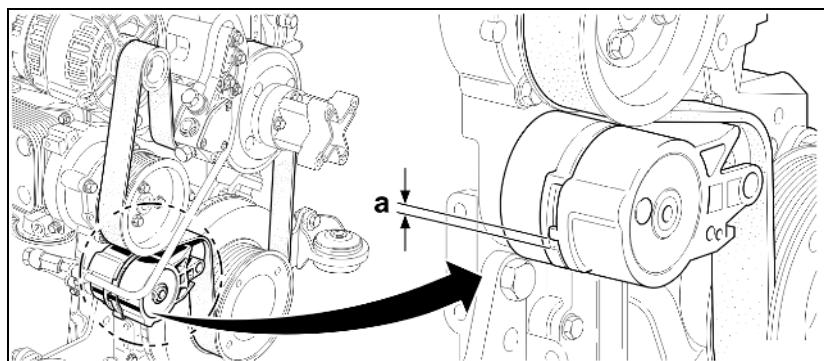

Рис. 165
1. Отверните баращковую гайку на кожухе фильтра (Рис. 165/1).
2. Снимите кожух фильтра и извлеките наружный фильтрующий элемент (Рис. 165/2).
6. Ежегодно заменяйте внутренний фильтрующий элемент (Рис. 165/3) (ни в коем случае не очищайте его).
- о Отверните шестигранную гайку (Рис. 165/4) и извлеките внутренний фильтрующий элемент.